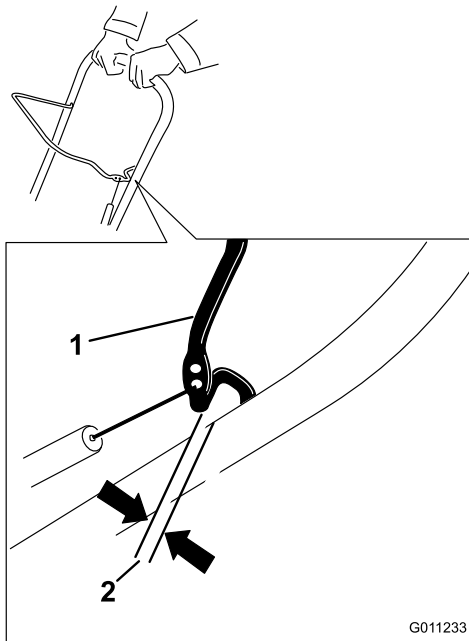

Figure 18
Rapprochez la barre de commande du guidon pour tendre le câble de commande (Figure 18).
**Remarque:** Vérifiez que la barre de commande et le guidon sont espacés de 2 à 3 mm (1/16 à 1/8 po.) (Figure 18).